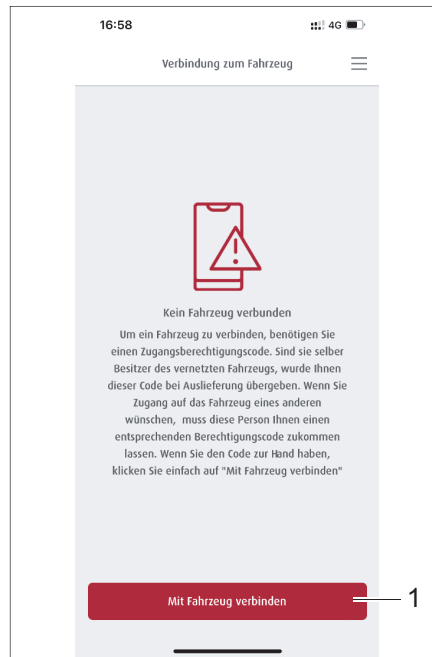

Fig. 275 Collegamento al veicolo
- Digitare il pulsante *Login* (Fig. 274,1). Viene visualizzata la voce di menu *Collegamento al veicolo* (Fig. 275). Se ci sono già veicoli collegati, vengono visualizzati qui.
- Digitare il pulsante *Collegare con il veicolo* (Fig. 275,1).